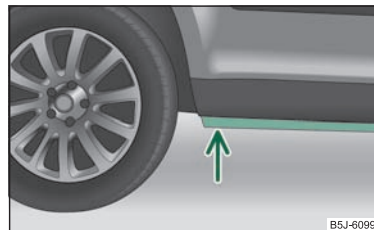

Abb. 137 Gewässer durchqueren
- Vor einer Wasserdurchfahrt die Wassertiefe feststellen. Das Wasser darf maximal bis zum Steg am Unterholm des Fahrzeugs reichen ⇒ Abb. 137.